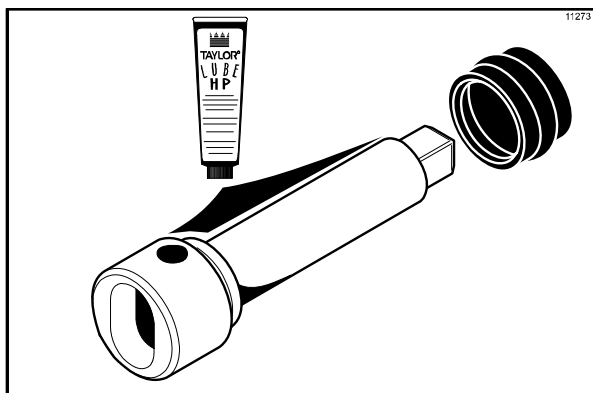

Рисунок 110
1. Перед установкой приводного вала битера на стороне молочных коктейлей нанесите смазку на паз в приводном валу битера. Наденьте опорное уплотнение приводного вала битера поверх маленького конца приводного вала битера и установите его в паз на валу. Нанесите большое количество смазки на внутреннюю часть опорного уплотнения и также нанесите смазку на его плоский конец, который вступает в контакт с задним подшипником. Нанесите на вал ровный слой смазки. **ЗАПРЕЩАЕТСЯ** смазывать квадратный торец. (См. рис. 110)